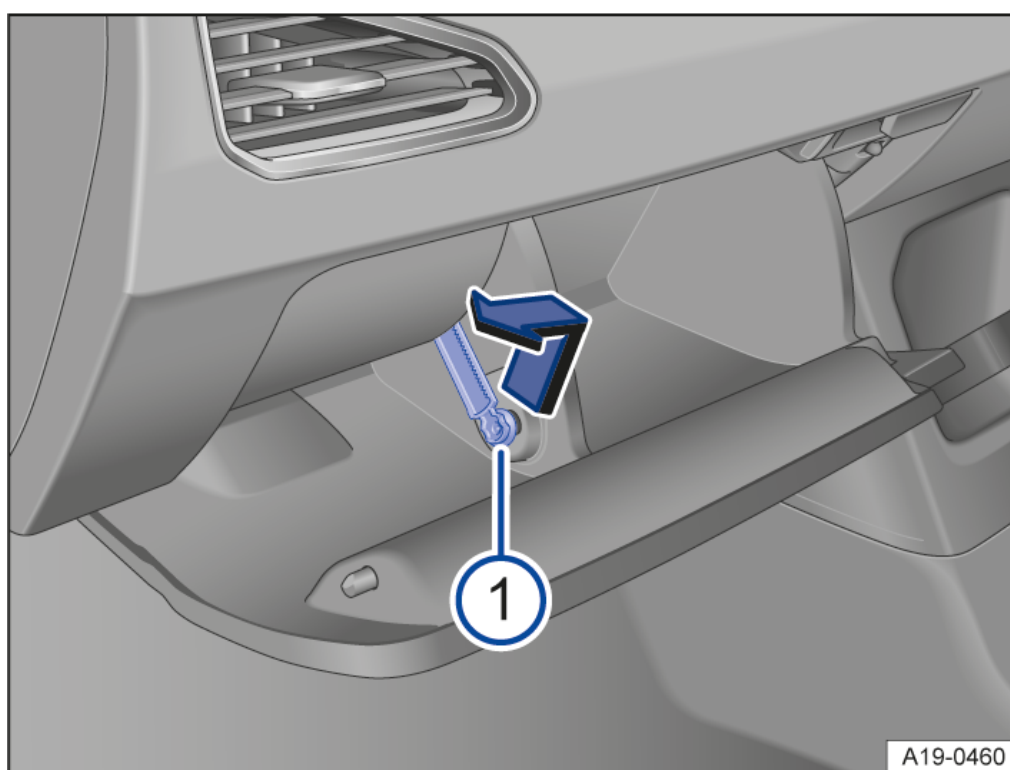
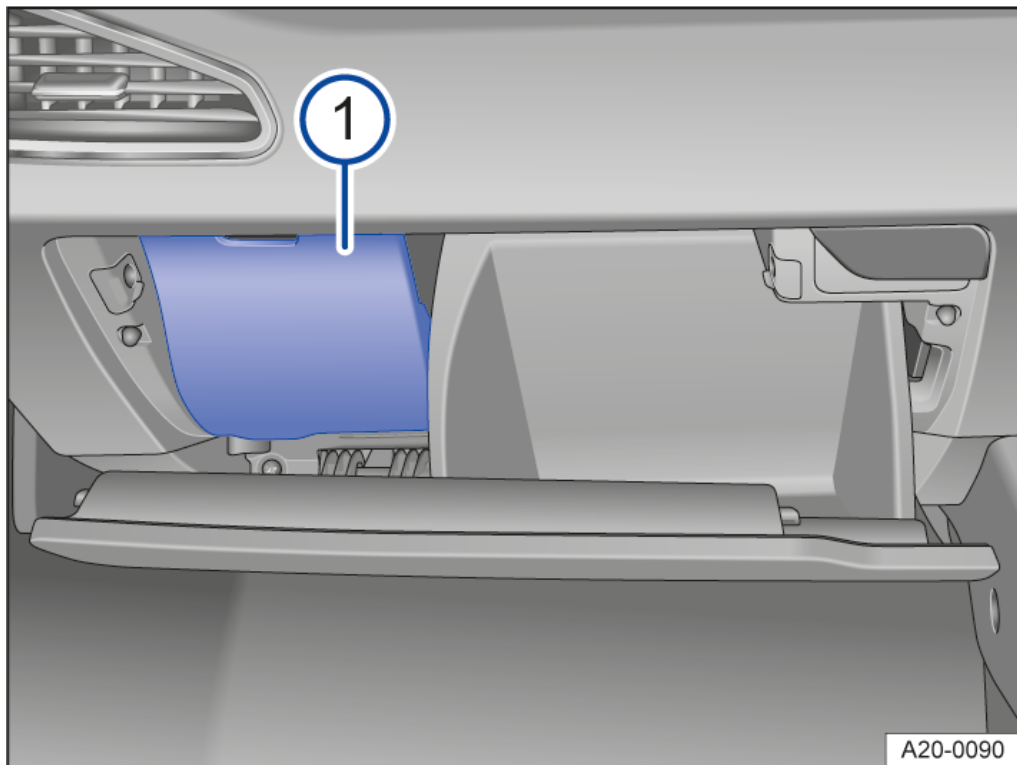

Abb. 2 Rechtslenker: geöffnetes Handschuhfach.
Abb. 3 Rechtslenker: Abdeckung des Sicherungskastens in der Instrumententafel auf der Beifahrerseite.
- Bremsselement nach oben in die Öffnung der Halterung schieben und seitlich herausziehen → Abb. 2 (1).
- Anschlagzapfen in Pfeilrichtung drücken und gleichzeitig Ablagefach weiter öffnen → Abb. 3 (1).
- Abdeckung abnehmen → Abb. 2 (2).
- Zum *Einbauen*: Ablagefach vorsichtig über den Widerstand des Anschlagzapfens hinweg nach vorn drücken → Abb. 3 (1). Bremsselement in die Öffnung der Halterung stecken und nach unten schieben, bis es hörbar einrastet → Abb. 2 (1).